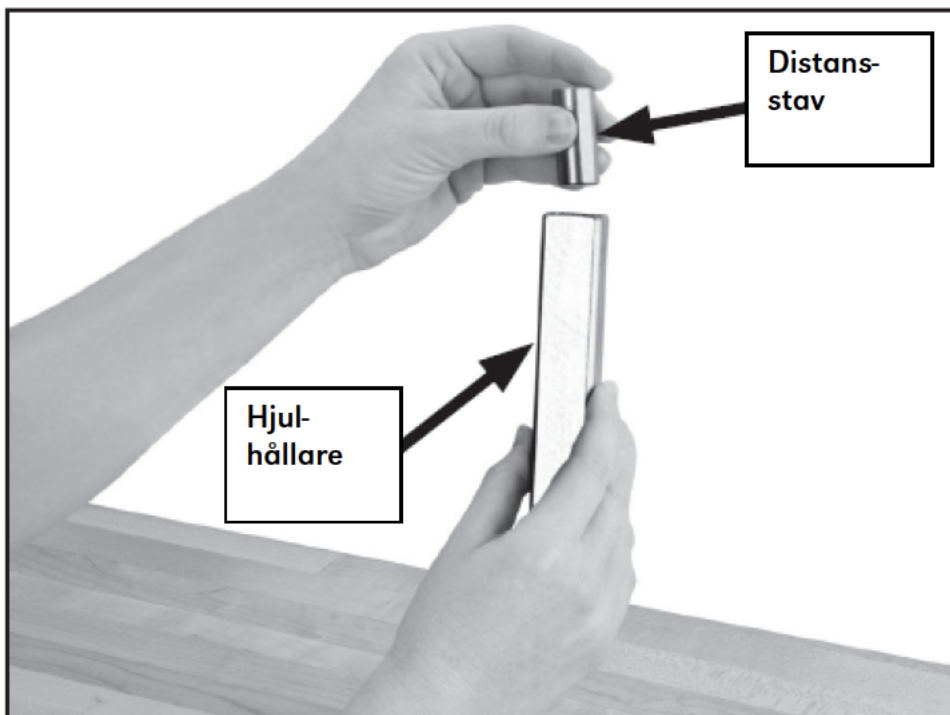

Bild 4. För in distansstaven i hjulhållaren.
1. För in distansstaven undertill i den nedre hjulhållaren enligt bild 4.